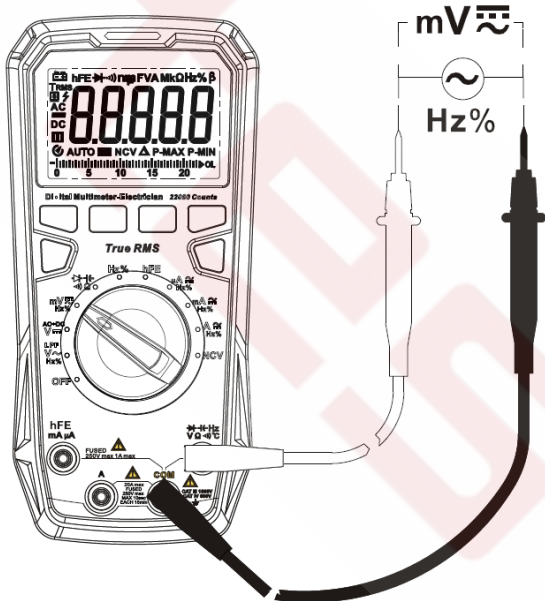

Рисунок 6
8.3. Измерение постоянного/переменного напряжения в милливольтном диапазоне (см. рисунок 6)